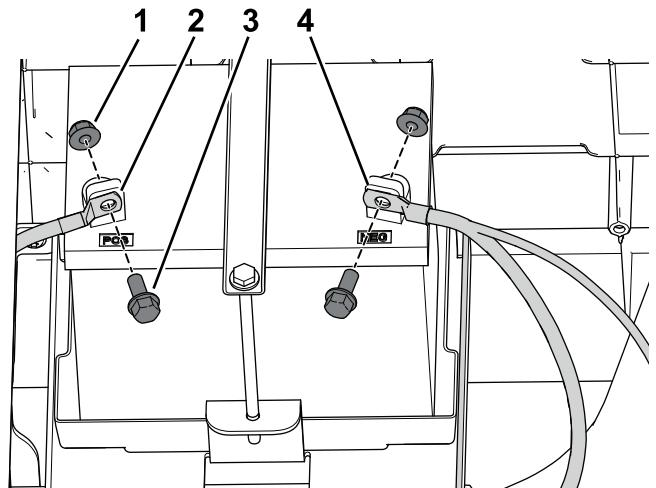

図 48
1. ボルトとナットで、プラス+ケーブルをバッテリー端子に固定する図 48。
2. ボルトとナットで、マイナス-ケーブルをバッテリー端子に固定する図 48。